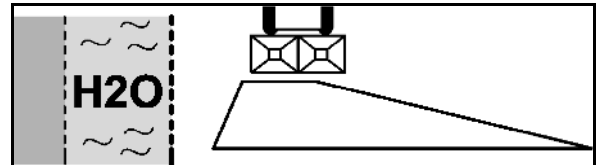

图 71
从撒播表（图 71）中读取设置值。
2. 移动导向架（图 73/1）临界撒播罩，直至指针（图 73/2）停在撒播表（图 71）的设置值上。